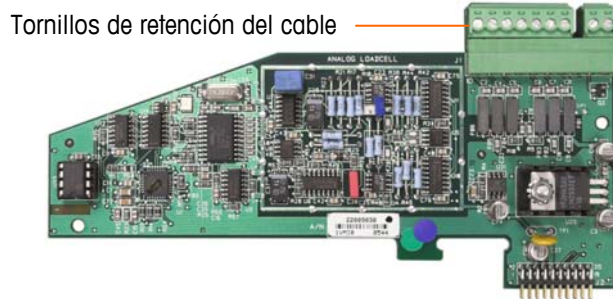
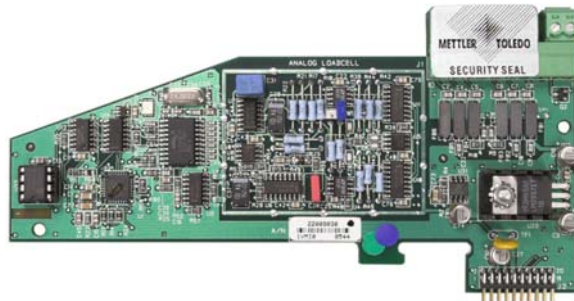

Figura 2-86: Conexión del tablero opcional sin protección
Figura 2-87: Sello de seguridad instalado
2. Instale la tapa de seguridad para impedir el acceso a S-1, el interruptor de seguridad de metrología indicado en la Figura 2-86, y los interruptores del PCB principal.
3. Para proteger el o los cables de interconexión de las celdas de carga (fijos en los tableros opcionales), debe colocarse un sello de seguridad sobre las conexiones para asegurar que éstos no sean retirados o desconectados. El sello también impide el acceso a los tornillos retenedores del cable indicados en la Figura 2-86. La Figura 2-87 muestra un sello instalado.